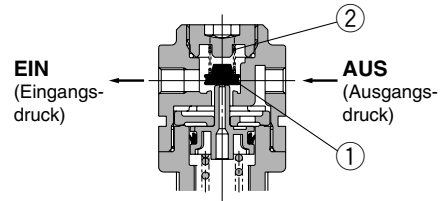

Abb. 2
Wird der Eingangsdruck ausgeschaltet und abgelassen, geht jeder Eingangsdruck zum Ventil ① verloren. Die Andruckkraft für Ventil ① wird ausschließlich über die Ventildfeder ② erzeugt. Wenn das Ventil ① durch die Ausgangskraft geöffnet wird, wird der Ausgangsdruck auf der Eingangsseite abgelassen. (Abb. 2)